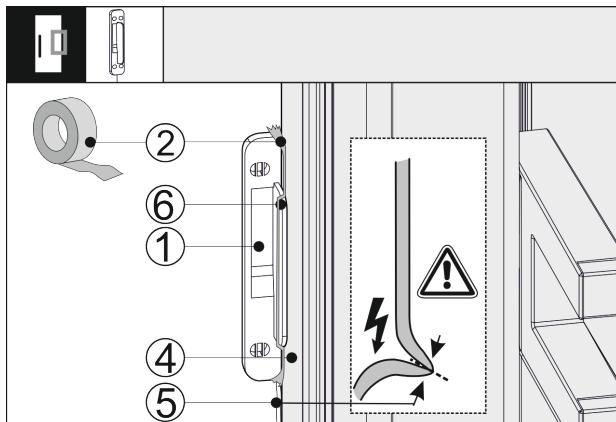

Fig. 42
- ▶ Поставете датчика за почукване Fig. 42 (1) странично на вратата на уреда Fig. 42 (4), така че ограничителят Fig. 42 (6) да приляга към вратата на уреда Fig. 42 (4). Кабелът на датчика Fig. 42 (5) е леко опънат и също приляга към вратата на уреда Fig. 42 (4).
- ▶ Фиксирайте датчика за почукване Fig. 42 (1) със залепваща лента Fig. 42 (2). По-късно датчикът за почукване се завинтива към мебелното чelo.